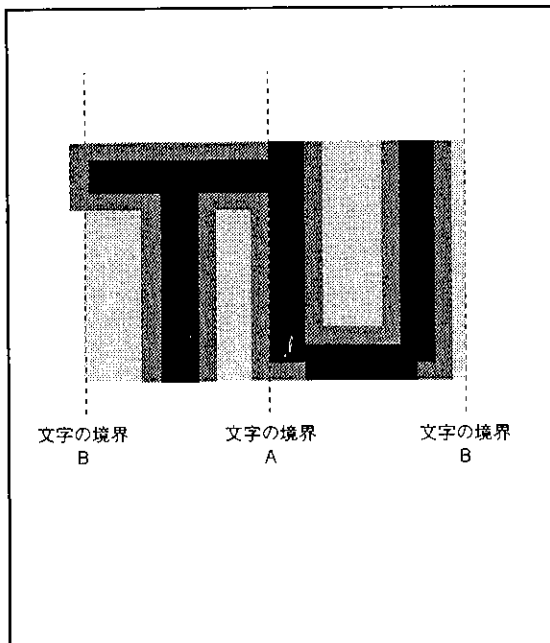

図73. フチドリの優先順位
- 3. フチドリドットと、隣接する文字のキャラクタフォントが重なった場合、キャラクタフォントが優先されます(図73のA参照)。また、フチドリドットと、隣接する文字背景部が重なった場合、フチドリが優先されます(図73のB参照)。